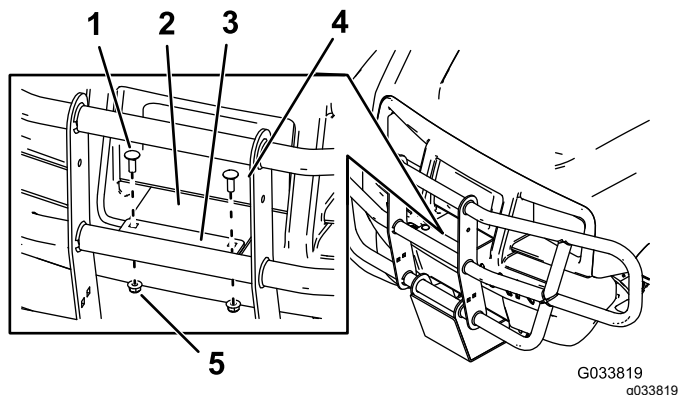

図 3
5. **図 3**に示すように、キャリッジボルト2本とナット (5/16")2個を使って、ブラシガードを長いマウントブラケットアセンブリに取り付ける。